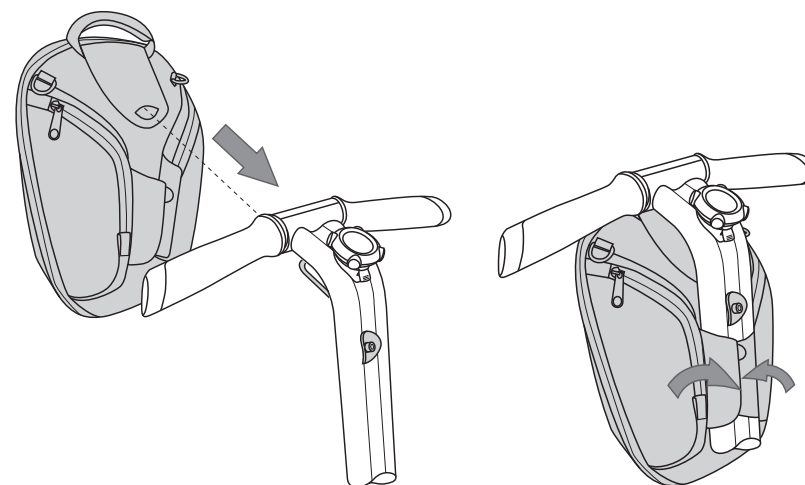

图 2. 安装手把袋
6. 将手把袋滑入支架。请参见图 2。
8. 确保压片紧合在倾斜操纵架上。请参见图 2。